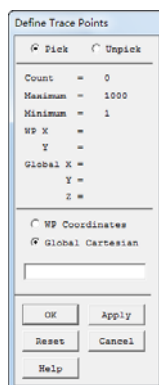
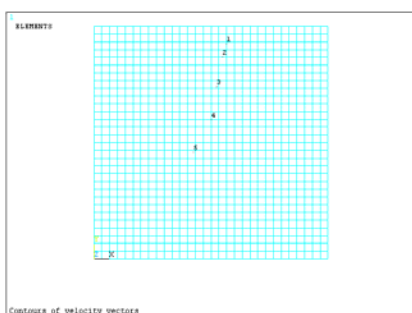

图 8-89 “Define Trace Points” 对话框
图 8-90 定义轨迹显示点结果显示
⑫ 依次选择 Main Menu→General Postproc→Plot Results→Defi Trace Pt, 会弹出“Define Trace Points”对话框, 如图 8-89 所示, 用鼠标在模型上单击 5 个点, 定义轨迹显示点后的结果如图 8-90 所示。